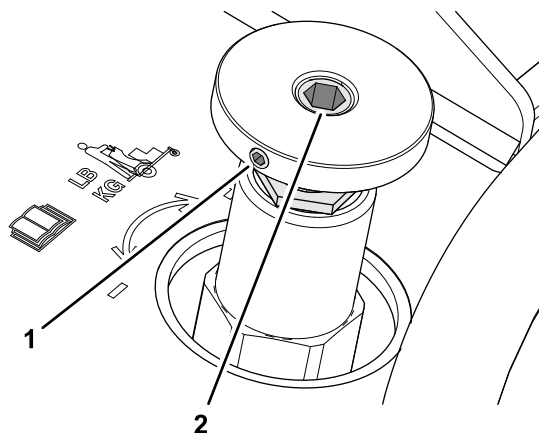

Figura 60
1. Allentate la vite di arresto della manopola della valvola di regolazione del peso dell'operatore; fate riferimento a **Figura 60** in Utilizzo della valvola di regolazione del peso dell'operatore (pagina 56).
Nota: Non ruotate la manopola mentre la rimuovete. Se avete difficoltà a mantenere la posizione dell'albero della valvola di regolazione, inserite una chiave esagonale nell'esagono incassato dell'albero per mantenere l'allineamento; fate riferimento a Figura 60 in Utilizzo della valvola di regolazione del peso dell'operatore (pagina 56).